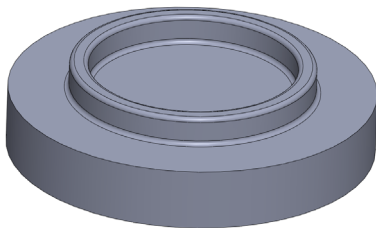

图 5-63 打开素材模型
(1) 单击常用工具栏中的【打开】按钮，打开一幅素材模型，如图 5-63 所示。